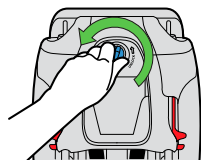

Figure 20
- Tournez le verrou du panneau d'accès vers la gauche et tirez pour l'enlever, tel qu'illustré dans la **Figure 20**.